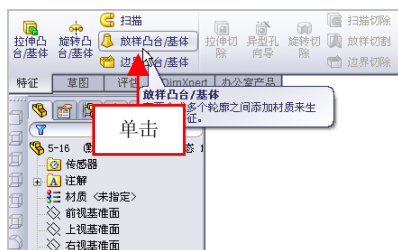

图 5-17 单击【放样凸台/基体】按钮
(2) 在【特征】选项卡中，单击【放样凸台/基体】按钮，如图 5-17 所示。